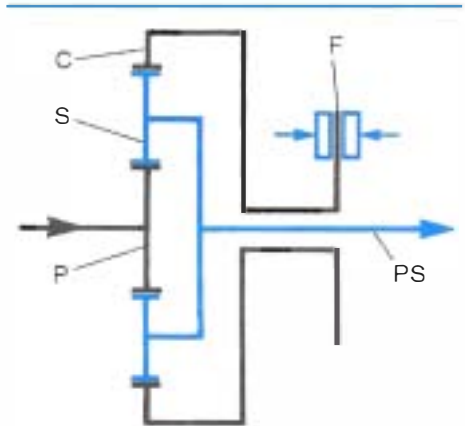

Figure 5.4 • Train épicycloïdal : le passage d'un rapport s'effectue par blocage d'un élément du train. Il n'est pas nécessaire de désaccoupler la transmission.
- Engagement automatique des rapports par immobilisation ou mise en mouvement d'éléments du train (figure 5.4).